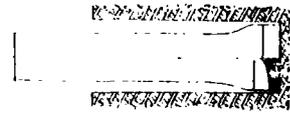

图5
2. 阶梯形钎头因主要剋削钎刃短，钎刃与岩石接触面积小，但打击力不变，岩石單位面积上所受的冲击力就大，对岩石的破坏能力也就相应的大，同时当長刃剋削岩石时，短刃对岩石也起了破坏作用，給对岩石起主要剋削的長刃，創造了有利条件，因此提高了剋削的速度。如图5所示。